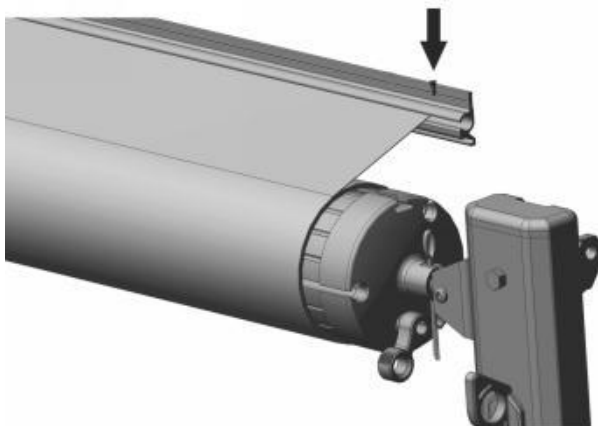

Abbildung C18
3.8 Öffnen und schließen Sie die Markise 2-3 Mal, damit sich Markisenstoff und Mechanismus optimal einstellen können (siehe Gebrauchsanweisung). Prüfen Sie, ob alle Schrauben fest sitzen und die Markise einwandfrei funktioniert. Ziehen Sie anschließend Schraube B auf beiden Seiten fest, um ein Verrutschen des Stoffes zu verhindern (Abbildung C18).